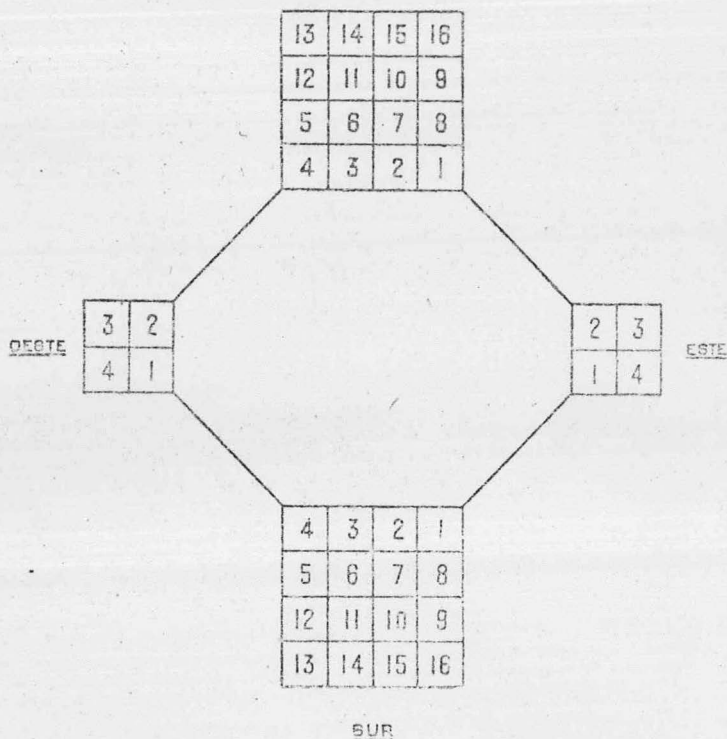

Fig. 2
- 10.—Los conductos en las cámaras-registro se designarán por numeros. En los que dan al norte y al este, la numeración correlativa empieza por el conducto inferior de la derecha, y en los que dan al sur y al oeste, por el inferior de la izquierda, según se indica en la fig. 2.a